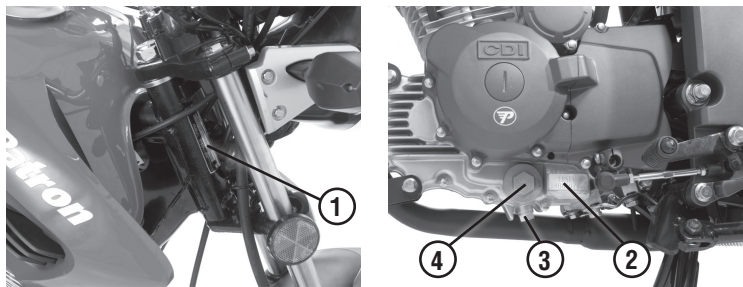

Рис. 1 Расположение номеров двигателя и рамы
2. Соответствие номеров рамы (рис. 1, поз. 1) и двигателя (рис. 1, поз. 2) на мотоцикле с занесенными в раздел 6 (информация об изделии) «Сервисной книжки».